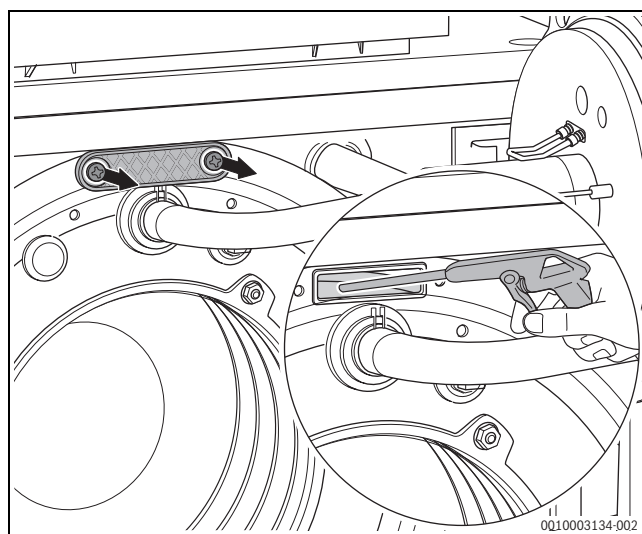

Bild 12 Wärmetauscher mit Sprühlanze reinigen
- ▶ Lose Partikel mit Wasser (z. B. Sprühlanze; Zubehör) aus dem Feuerraum und dem Abgasmantel spülen (→ Bild 12).